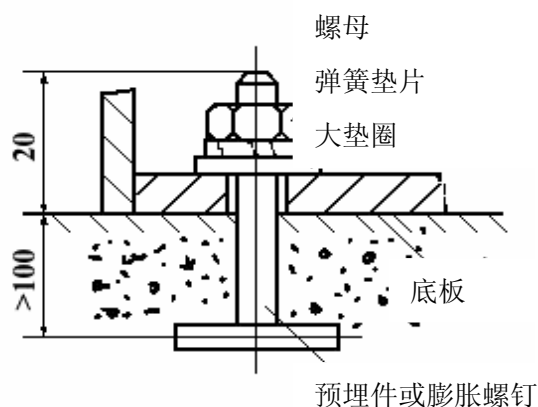

图 4
3.4 地脚螺钉安装见图 4。主机预埋地脚螺钉可采用预埋件或膨胀螺钉，规格为 M12。本机附带了 4 个 M12 膨胀螺钉。